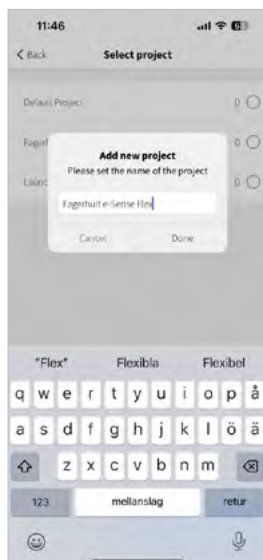

Figure 3.2 Zone page
2. Créez un projet et nommez-le, comme "Démo" (voir figure 3.2).